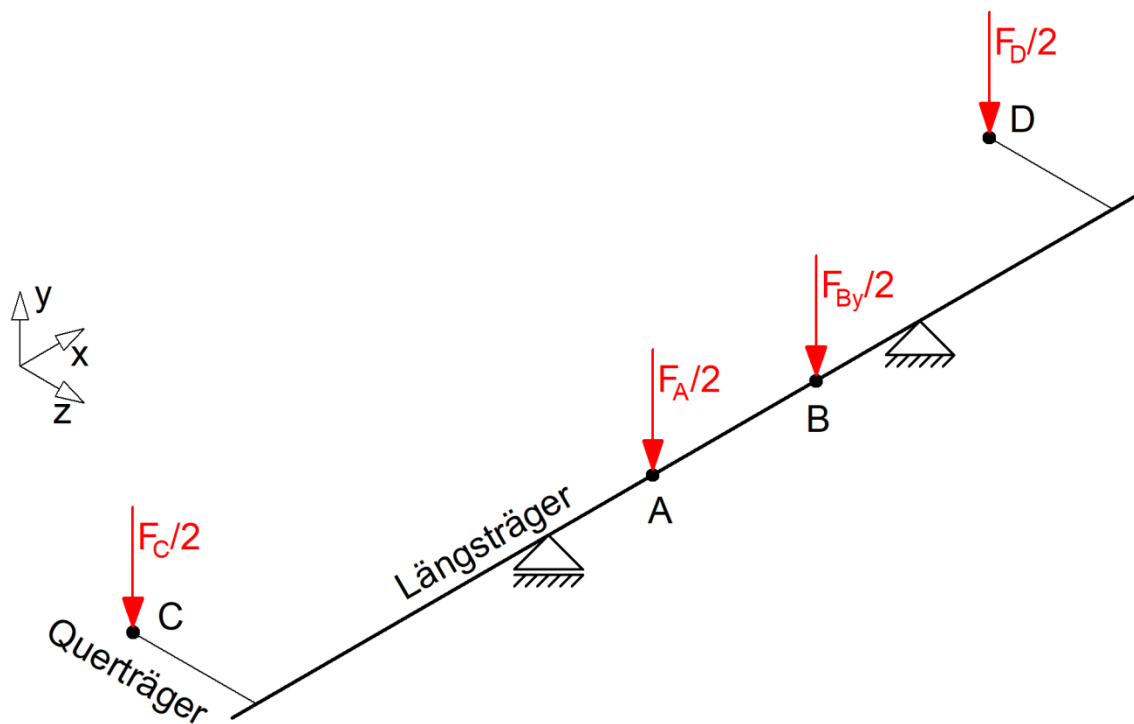

Abbildung 6: Verteilung der Kräfte auf einen der Längsträger (Beispiel)
- Ermitteln Sie die Lagerreaktionen am Rahmen. Dazu wird angenommen, dass sich die Belastung symmetrisch auf beide Längsträger verteilt (siehe Abbildung 6).